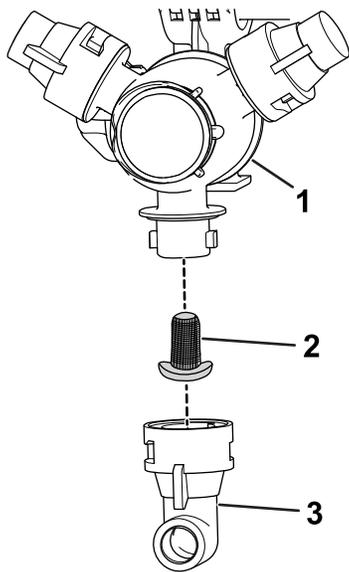

图 31
2. 从喷嘴转动架卸下喷嘴图 31。
3. 拆下喷嘴过滤器图 31。
5. 安装喷嘴过滤器图 31。
6. 将喷嘴安装到喷嘴转动架上图 31。